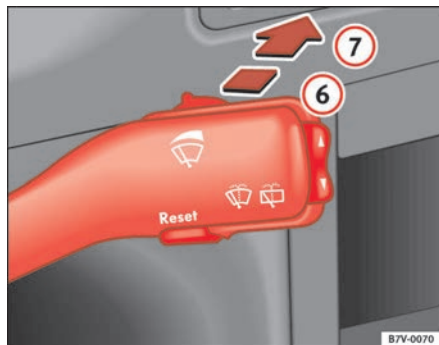

Fig. 80 Palanca del limpiavacristales: limpiavaluneta
- Empuje la palanca hacia delante hasta el encastre ⇒ fig. 80 ⑥. El limpiavaluneta funciona en intervalos de 6 segundos.
- Presione la palanca completamente hacia delante hasta la posición ⇒ fig. 80 ⑦. El lavaluneta comienza a funcionar inmediatamente mientras que el limpiavaluneta lo hace un poco más tarde y seguirán funcionando mientras mantenga la palanca en esta posición.